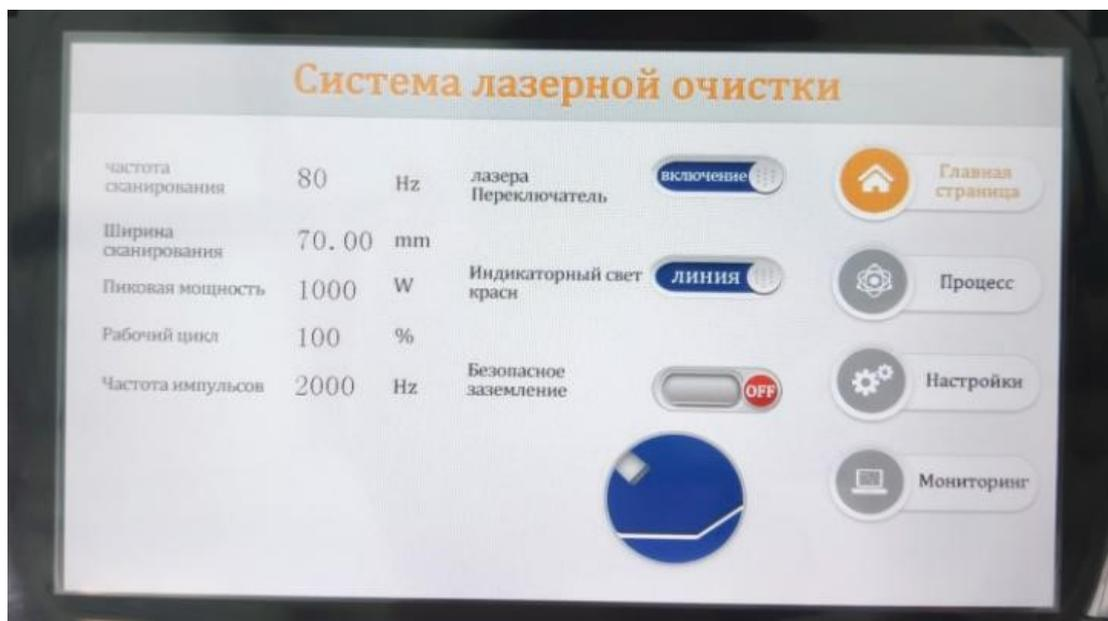

Рис.4-2 Рабочий интерфейс - свет включен
(3) когда температура охлаждающей воды составляет 23-26 °С, закройте переднюю дверь. Лазерный очиститель находится в режиме ожидания. Далее представим интерфейс управления. Как показано на рис. 4-2: